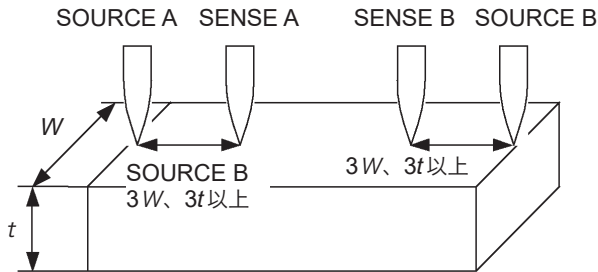

図9. 測定対象に幅や厚みがある場合のプロービング位置
図8は金属板の等電位線をプロットした例です。ちょうど天気予報の気圧配置図と風の関係に似たように、等電位面の間隔が密な個所は電流密度が高く、疎な個所は電流密度が低くなっています。この図から、電流の注入点付近は、電位勾配が大きくなっていることが確認できます。これは、電流が金属板に広がっていく最中であり、電流密度が高くなっているためです。このため、電圧検出端子を電流注入点付近に配置すると、わずかな接触位置の違いで測定値が大きく変わってきてしまいます。このような影響を避けるためには、電流注入点の内側で電圧を検出することが望ましいとされています。概して、測定対象の幅 (W) あるいは厚み (t) 以上内側であれば、電流分布は一様になってきていると考えられます。図9のように、SENSE 端子はSOURCE 端子から $3W$ あるいは $3t$ だけ内側に配するのが好ましいでしょう。